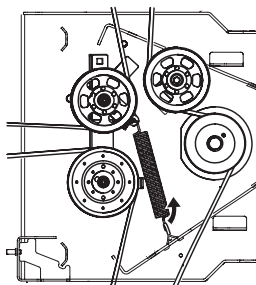

Figura 46
- Quite el resorte intermedio del enganche de resorte metálico del lado derecho del centro de la plataforma (Figura 46).